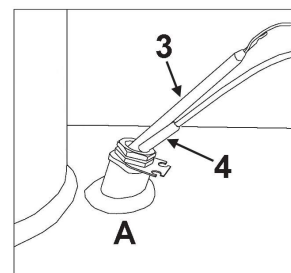

Fig. 19 - Fourreau A
**IL EST OBLIGATOIRE** de placer à l'intérieur du fourreau « A » (Fig. 19) la sonde de température « 4 » et le bulbe du thermostat de sécurité « 3 ».